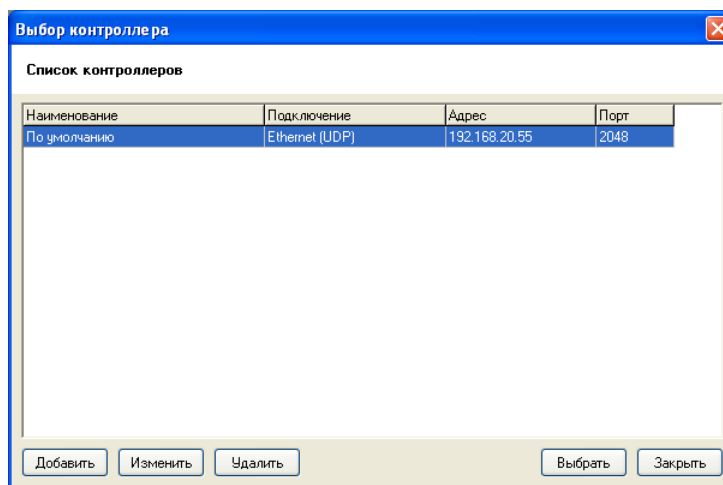

Рисунок 203
- 7) Выберите пункт меню "Контроллер/Получить конфигурацию из контроллера". Откроется диалог "Выбор контроллера" (см. Рисунок 203) с параметрами контроллера по умолчанию.